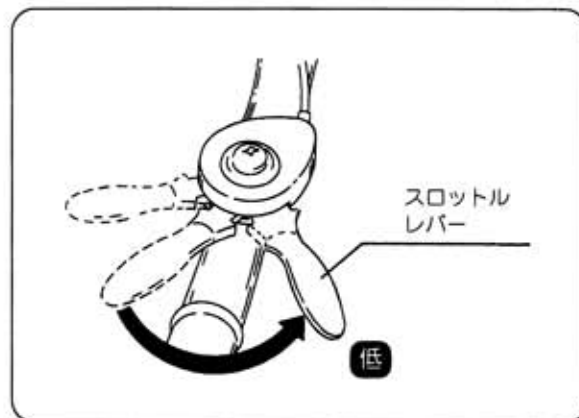

図23
- ① スロットルレバーを「低速」位置にもどし、停止スイッチを「OFF」位置にしてください。(図23・24)